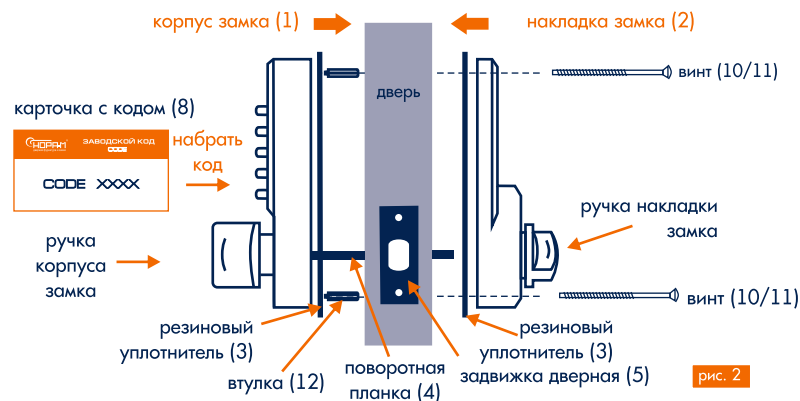

рис. 2
Замок кодовый универсальный: подходит как для левых, так и для правых дверей, открывающихся наружу и внутрь. Возможна установка на двери толщиной 35 - 55 мм (при использовании винтов (11) длиной 50 мм и втулок 12 *рис. 2*). При необходимости, укоротив поворотную планку (4), возможна установка на двери с меньшей толщиной 35 - 45 мм, (при использовании винтов (10) *рис. 2* длиной 35 мм).
- ручка корпуса замка (1) *рис. 2* должна повернуться и легко вернуться в исходное положение. Если вы хотите изменить код замка, следует сделать это до его установки на дверь (см. инструкцию по смене цифро-буквенной комбинации накладки замка, *стр. 7*);
- вставьте поворотную планку (4) через прямоугольный паз в двери и убедитесь, что она входит в задвижку (5) согласно *рис. 2*;
- приставьте корпус замка (1) и накладку замка (2) к двери, как показано на *рис. 2*;
- используя винты (10) или (11) *рис. 2*, стяните через отверстия в корпусе (1) и накладке замка (2) сверху и внизу вместе так, чтобы винты плотно прижимали их к двери ;
- при необходимости, обрежьте поворотную планку (4) на нужную длину.